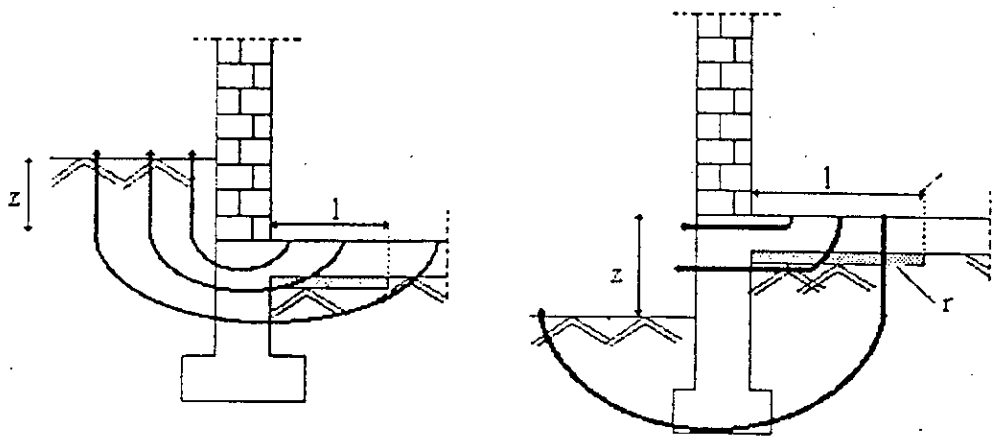

Figure III-4 : Plancher isolé en périphérie
- Plancher avec isolation horizontale au pourtour. (Figure III-4)